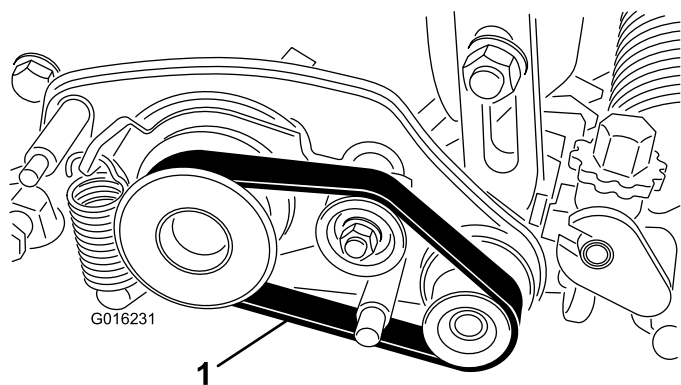

Figure 14
30. Chaussez la courroie sur la poulie d'entraînement, la poulie de tension et la poulie menée en l'acheminant comme montré à la Figure 14.